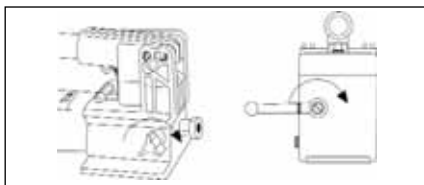

Figura 6
1. Feche a válvula de alívio girando-a no sentido horário como mostrado na Figura 6.